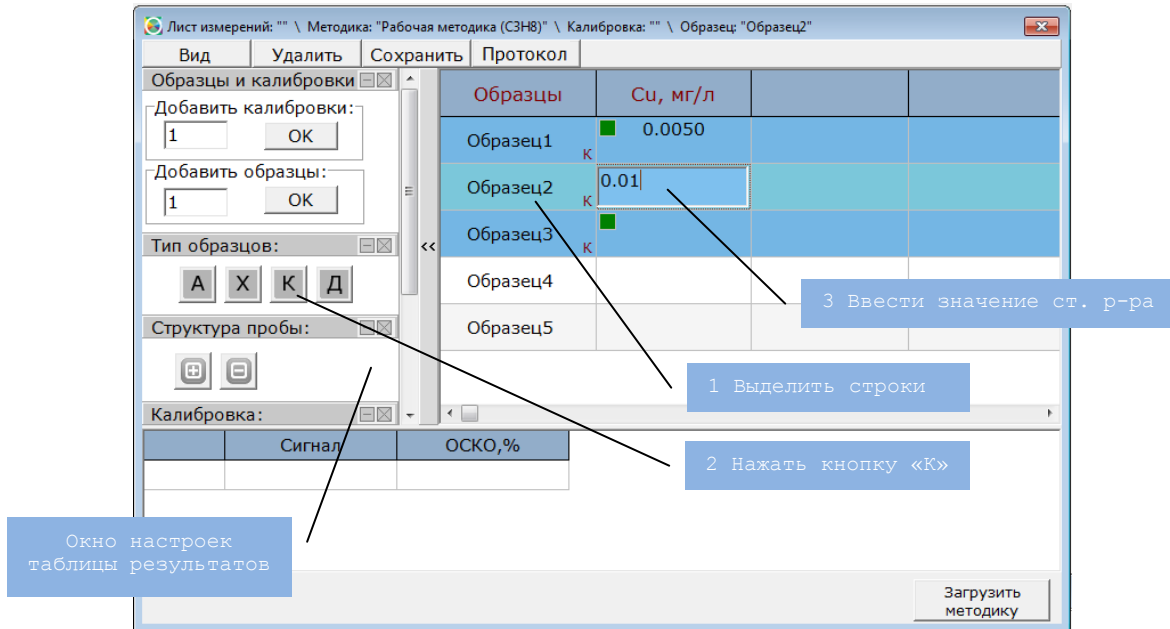

Рис. 17 Подготовка таблицы результатов к проведению калибровки
6. Ввести значения концентраций в нужные ячейки (подвести курсор к ячейке, дважды нажать левую кнопку мыши, ввести числовое значение) Результат проделанных операций представлен на рис. 17.
Программа позволяет рассчитать концентрацию неизвестной пробы по образцам с добавками рис.17. Для реализации метода (1 образец без добавки, 2 образца с добавками):